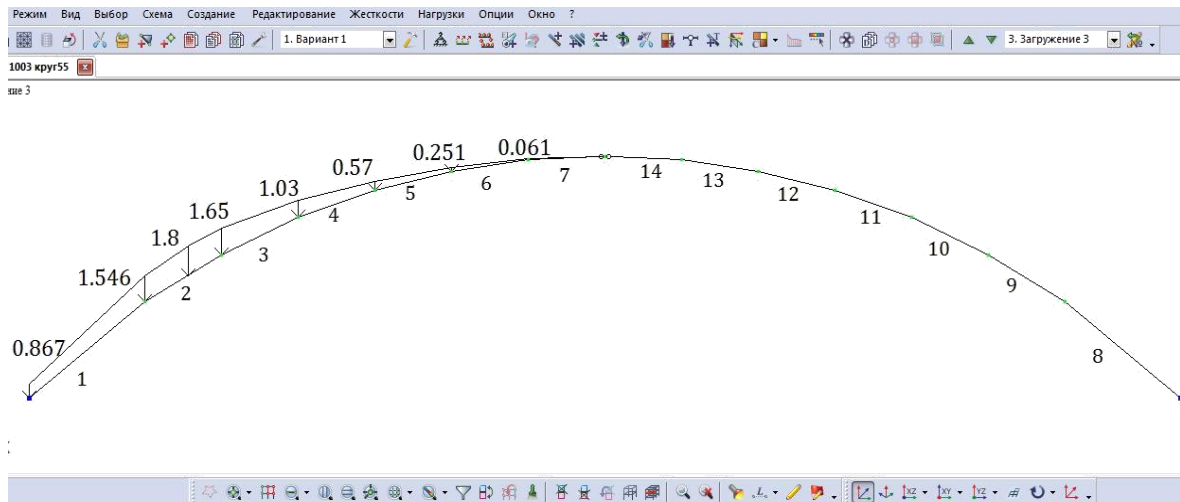

Рис. 2.33. Третье загрузке (снеговая нагрузка, распределенная по треугольнику на половине пролета)
- Вид расчетной схемы после задания в схеме нагрузок третьего загрузения приведен на рис. 2.33.